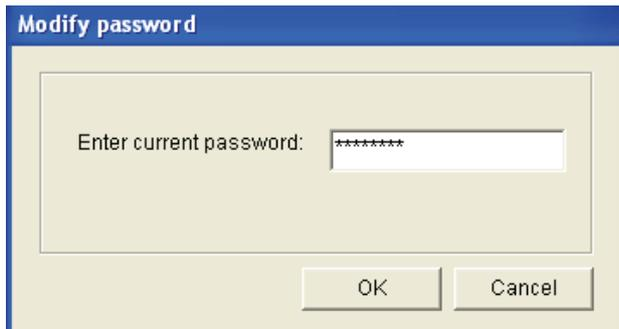

Abbildung 8.21: Fenster für Passworteingabe
- 1 Klicken Sie vom Hauptmenü aus auf die Schaltfläche Modify password. Daraufhin erscheint das folgende Fenster (siehe Abbildung 8.21).